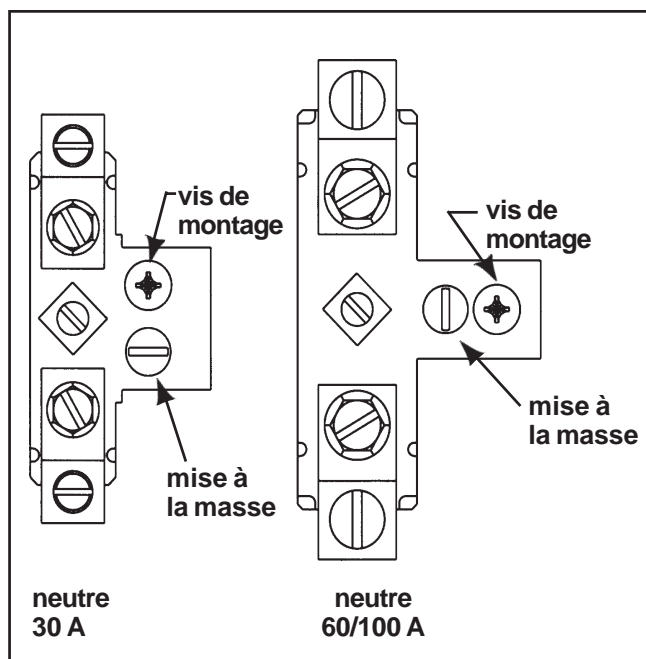

Fig. 2
6. Réinstaller le neutre sur la base côté secteur et serrer la vis de montage (et celle de mise à la masse, s'il y a lieu) à 29 lb-po. L'emplacement de la vis de mise à la masse est illustré à la figure 2.